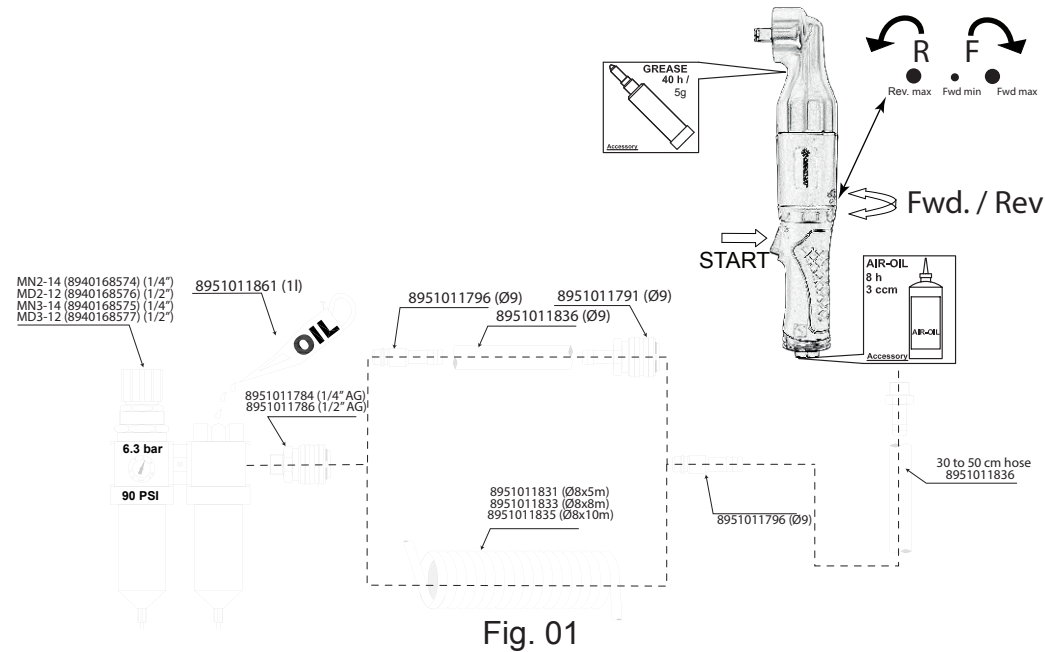

Fig. 01
- Connect device as shown in Fig. 01 to a clean and dry air supply.
- To start the machine, pull the trigger (A). Release the trigger to stop.
- To switch rotation, turn the switch (B) as shown in Fig. 01.
- Use the reverse switch (B) only when the drive spindle comes to a complete stop. Changing the speed before the drive spindle stops may damage the machine.
- To adjust output power, turn the regulator (B) as shown in Fig. 01.
- Schließen Sie das Gerät wie in Abb.01 an eine saubere und trockene Druckluftquelle an.
- Um die Maschine zu starten, muss der Auslöser (A) gezogen werden. Der Druck auf den Abzug bestimmt die Geschwindigkeit des Motors. Um die Maschine zu stoppen, den Auslöser wieder freigeben.
- Die Drehrichtung wird gewechselt, indem der Schalter (B) wie in Abb. 01 gezeigt gedreht wird.
- Um Umkehrschalter (B) nur verwenden, nachdem die Antriebsspindel vollkommen angehalten hat. Änderung der Drehrichtung vor Halt der Spindel kann die Maschine beschädigen.
- Zum Einstellen der Ausgangsleistung drehen Sie den Regler (B), wie in Abb. 01 gezeigt.